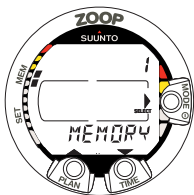

Abb. 4.2. Speicheroption. [1 MEMORY].
2. Mit den Knöpfen PLAN und TIME können Sie sich zwischen den Menüs bewegen. Die Menübezeichnung und die entsprechende Nummer werden angezeigt (Abb. 4.2 - 4.3).
6. Abhängig vom Modus können Sie sich nun den Speicher ansehen oder unterschiedliche Einstellungen vornehmen (mit Hilfe der Knöpfe PLAN und TIME). Durch Drücken des SMART/Mode- Knopfes können Sie das Menü verlassen (Quit) oder vorgenommene Einstellungen bestätigen (OK).